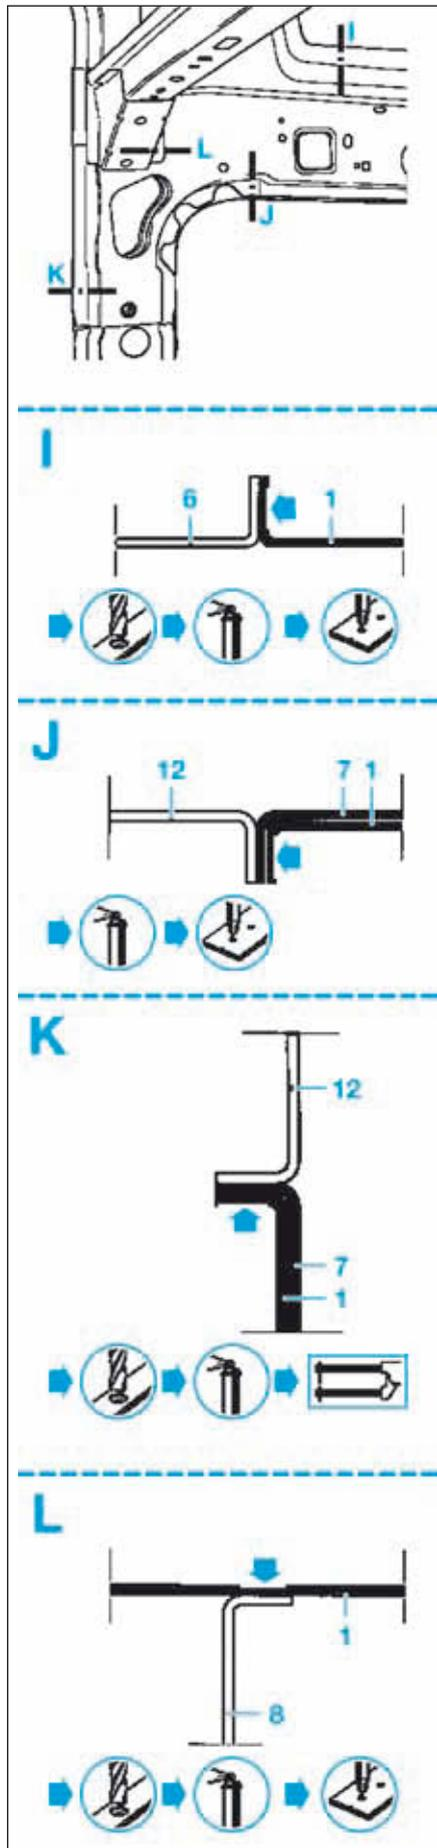

FIG.109
- Dépointer et fraiser comme illustré (Fig.108) et (Fig.109).
- Tracer puis percer à l'aide d'un foret pour un soudage ultérieur par points (Fig.108) et (Fig.109).
- Souder par points électriques et bouchonnage MIG (Fig.108) et (Fig.109).